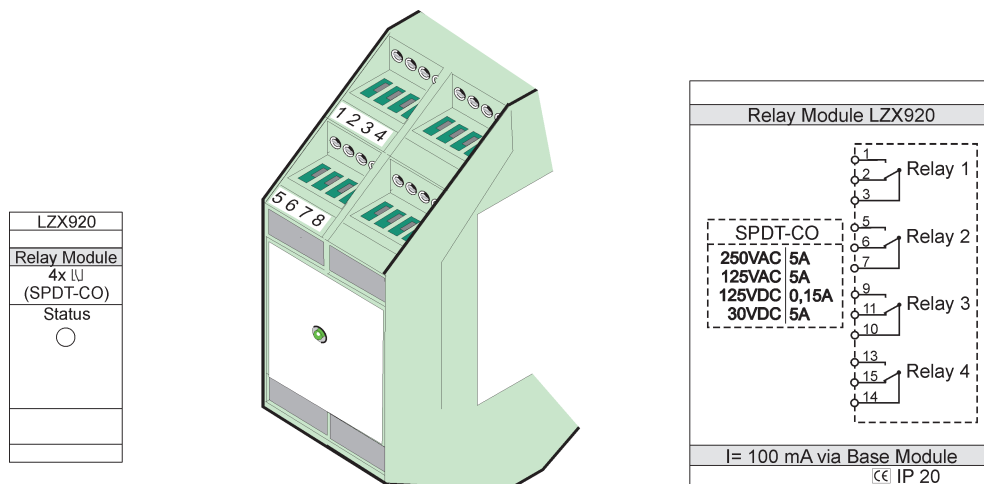

Figura 77 Módulo de relés externo
3. Efectue as ligações correctas conforme mostrado na Figura 77 e Tabela 50.